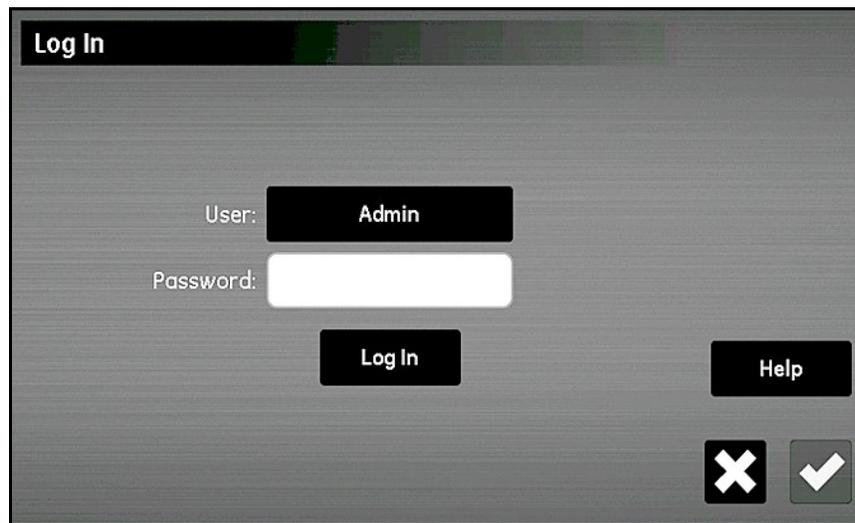

Abbildung 70: Anmeldebildschirm
Nur der **Administrator** kann andere Benutzerkonten hinzufügen, ändern oder entfernen. Um sich als **Administrator** anzumelden, wählen Sie **Konfiguration > Benutzerverw.** Daraufhin wird ein *Anmeldebildschirm* angezeigt, der *Abbildung 70* unten ähnelt.
1. Tippen Sie im Bildschirm *Konfigurationsmenü* (siehe *Abbildung 52 auf Seite 57*) auf die Schaltfläche **Benutzerverw.**, um den Bildschirm *Anmelden* zu öffnen (siehe *Abbildung 70 auf Seite 77*).